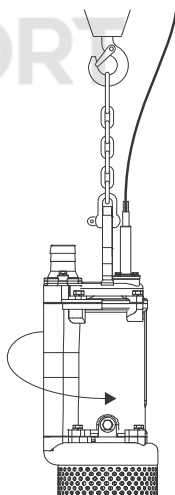

Рис. 8 Проверка направления вращения
2. Включить и тут же отключить насос, следя при этом за направлением действия крутящего момента (за направлением рывка) насоса. Если насос подключен правильно, рабочее колесо будет вращаться по часовой стрелке, т.е. рывок самого насоса будет против часовой стрелки. См. рис. 8. Если направление вращения неверное, поменять местами две фазы источника питания.